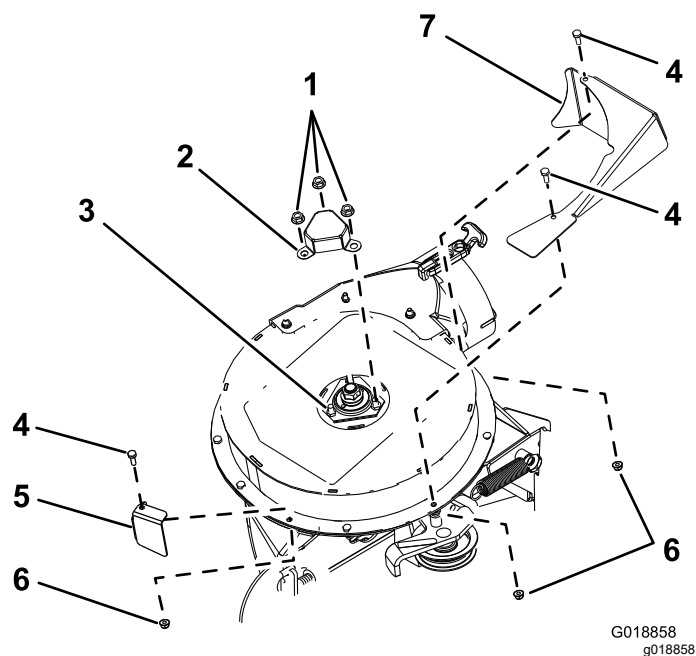

Figura 13
- Alinee el protector del eje (CE) con los 3 pernos y las 3 tuercas que sujetan el alojamiento del cojinete superior (Figura 13).
- Sujete el protector del eje (CE) al soplador con las 3 tuercas dentadas (Figura 13).
- Ajuste el protector delantero (CE) con la carcasa superior del soplador (Figura 13).
- Sujete el protector delantero (CE) a la carcasa superior del soplador con un perno de cabeza hexagonal (1/4" x 3/4") y una contratuerca (1/4"), según se muestra en Figura 13.
- Alinee el protector del tensor (CE) con la carcasa superior del soplador (Figura 13).
- Sujete el protector del tensor (CE) a la carcasa superior del soplador con 2 pernos de cabeza hexagonal (1/4" x 3/4") y 2 contratuercas (1/4"), como se muestra en la Figura 13.